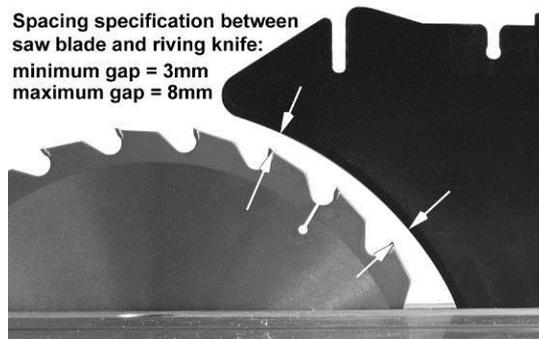

Рис. 23
Зазор между пильным диском и расклинивающим ножом должен быть в пределах от 3 до 8 мм (рис. 23).
3. Сдвиньте кронштейн (C) к или от пильного диска, как требуется.
4. Затяните винты с полукруглой головкой (E).
5. Установите расклинивающий нож; затяните стопорную ручку (A) и проверьте, чтобы зазор пильный диск/нож находился в пределах между 3-8мм (рис. 23).